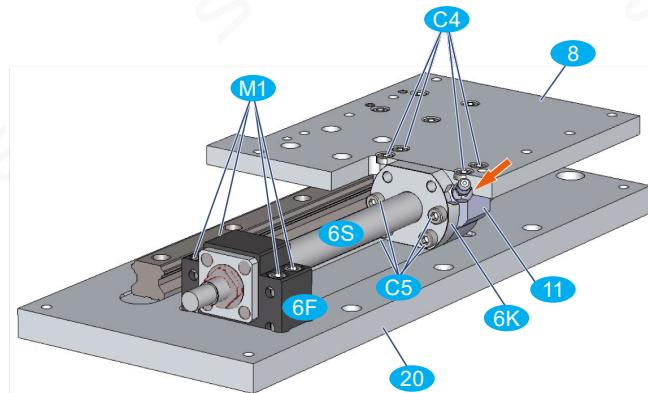

Bild 37: Montage Z-Antrieb
- Vormontierten Z-Antrieb 6 wie in Bild 37 dargestellt auf die Platte Z 20 auflegen; dabei ist Folgendes zu beachten: